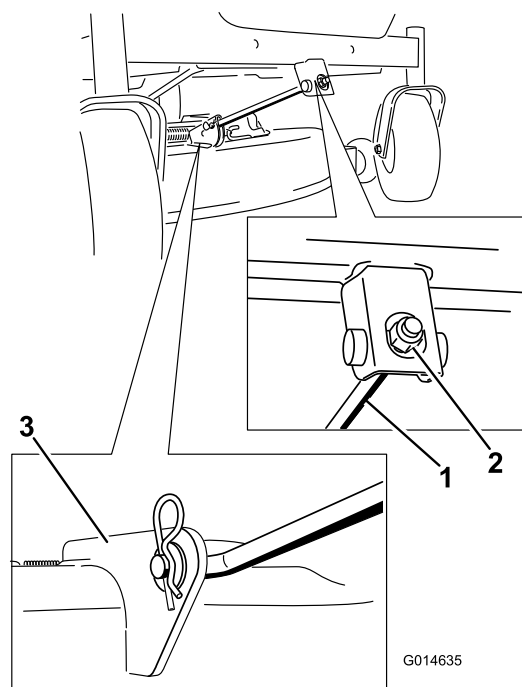

Figure 55
5. Retirez la goupille fendue de la tige de support avant et déposez la tige du support de plateau (Figure 55). Abaissez doucement l'avant du plateau de coupe au sol.
6. Fixez la tige de support avant au plateau de coupe à l'aide de l'axe de chape et de la goupille fendue (Figure 55).